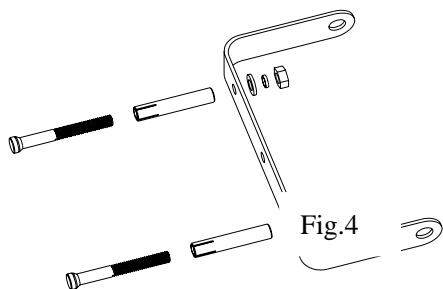
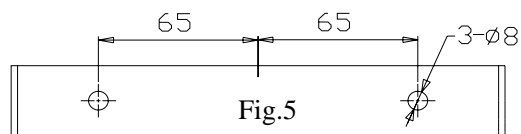

Fig.4
Fig.5
c) Vid upphängning bör botten säkras så att vinnan inte faller ner. Väggbeslaget har 3 hål, till vart och ett av dessa passar en M8 bult. Varje bult ska monteras med fjäderskiva (Fig.4.). För rätt avstånd mellan dem se Fig.5 (måttan är i mm).